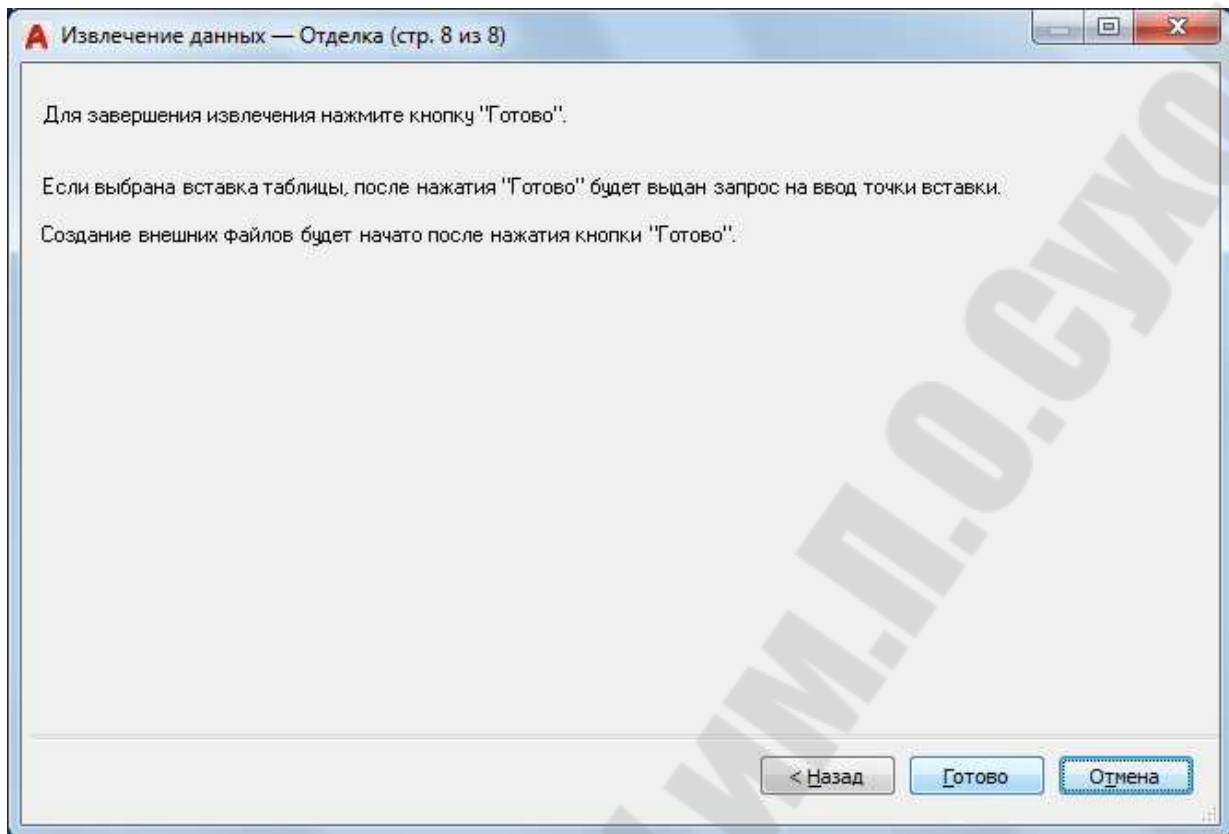

Рис. 2.146. Диалоговое окно «Извлечение данных – Отделка»
**Шаг 8. Отделка** - завершение процесса извлечения данных свойств объектов, которые были указаны в мастере, и вывод данных в соответствии с настройками, выполненными на шаге-6 в окне «Выбрать вывод» (рис. 2.146) нажатии кнопки «Готово»: